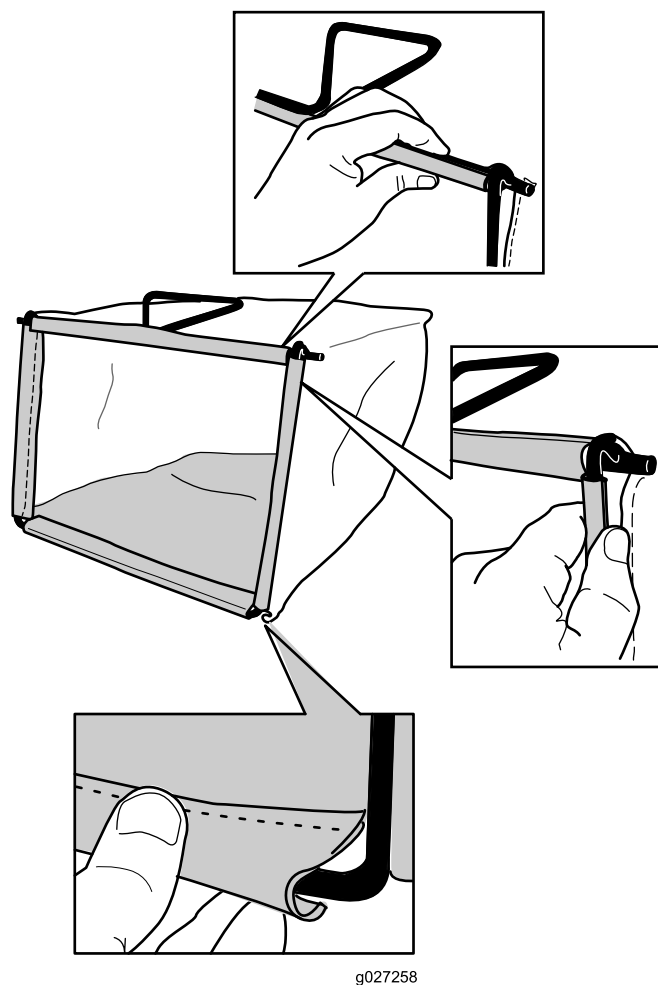

Figure 8
2. Accrochez la glissière inférieure du bac au bas de l'armature (Figure 8).
3. Accrochez les glissières supérieur et latérales du bac au sommet et sur les côtés de l'armature respectivement (Figure 8).